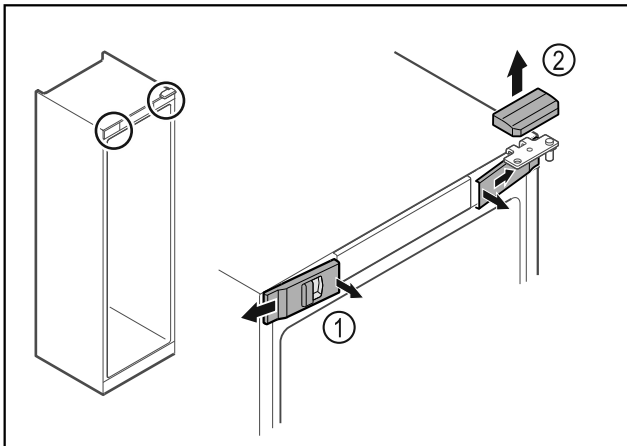

Fig. 18
- ▶ Paina etummaisat suojuukset Fig. 18 (1) sisäpuolelta irti ja ota ne sivukautta pois.
- ▶ Ota ylempi suojuus Fig. 18 (2) yläkautta pois.